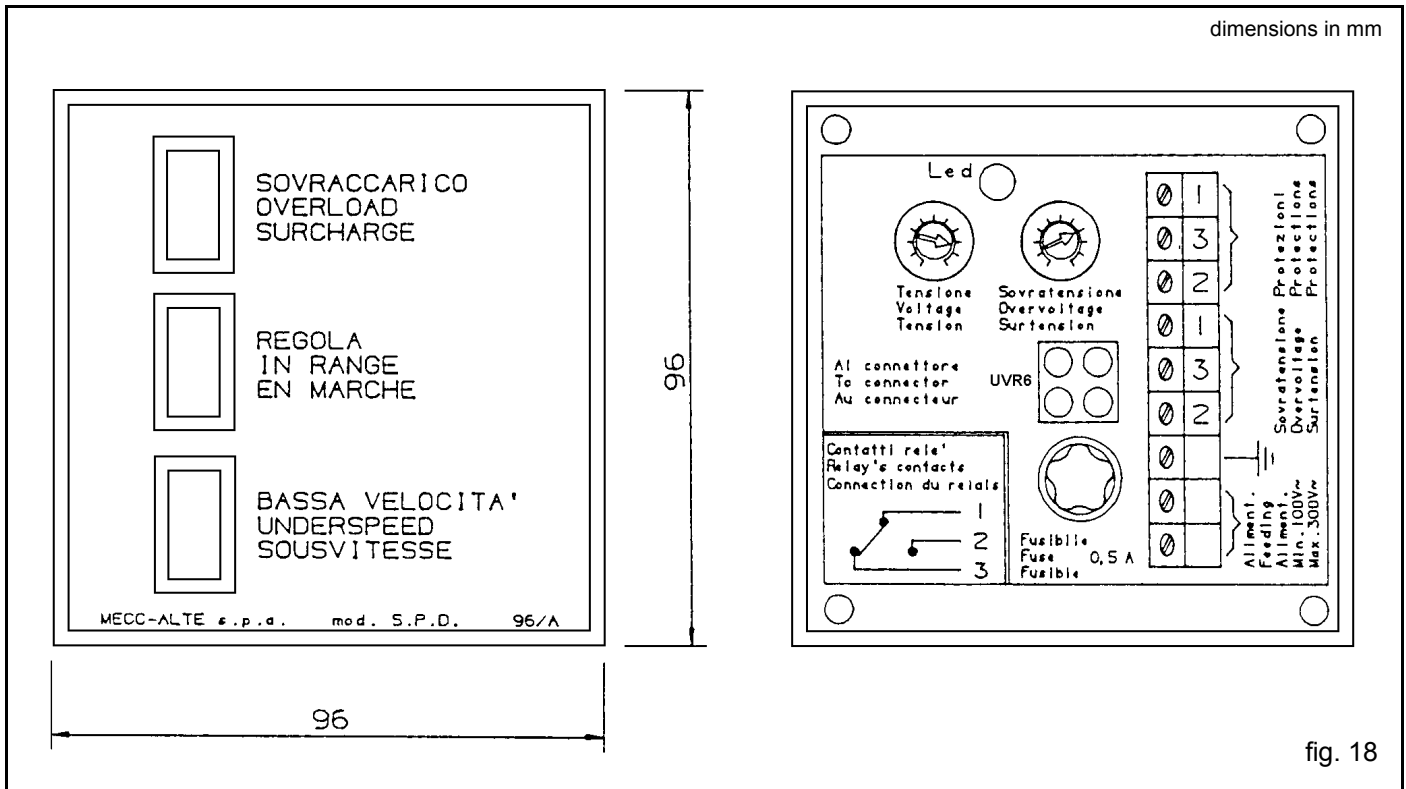

fig. 18
-) Zwischen den Klemmen "Schutzvorrichtungen" (siehe Abb. 18) wird angezeigt: Kontakt 1-3 = offen, Kontakt 1-2 = Geschlossen.
-) The "Protection" terminals should be in the following state (see fig. 18): 1-3 = closed, contact 1-2 = open.
Zwischen den Klemmen "Schutzeinrichtung" (siehe Abb. 18) wird angezeigt: Kontakt 1-3 = offen, Kontakt 1-2 = geschlossen.
Zwischen den Klemmen "Schutzvorrichtungen" (siehe Abb. 18) wird angezeigt: 1-3 = offen, 1-2 = geschlossen
-) beide Trimmer des SPD96/A nach links drehen, die rote über den beiden Trimmern befindliche LED muß aus sein und zwischen den Klemmen "Überspannung" erscheint: Kontakt 1-3 = geschlossen, Kontakt 1-2 = offen (siehe Abb. 18).
The "Protection" terminals should be in the following state (see fig. 18): 1-3 = open, contact 1-2 = closed.
-) Turn both the SPD96/A trimmers anticlockwise; the red LED positioned above the two trimmers should be off and the "Overvoltage" terminals should be in the following state: contact 1-3 closed, contact 1-2 open (see fig. 18).
-) Die Auslösung des Überspannungsalarms wird durch das Einschalten der roten LED angezeigt und führt zum Schalten des Kontakts „Überspannung“ (siehe Abb. 18): Kontakt 1-3 = offen, Kontakt 1-2 = geschlossen.
-) The overvoltage alarm intervention is shown by the red LED, which lights up. This condition switches the “Overvoltage” contact (see fig. 18). Contact 1-3 open, contact 1-2 closed.